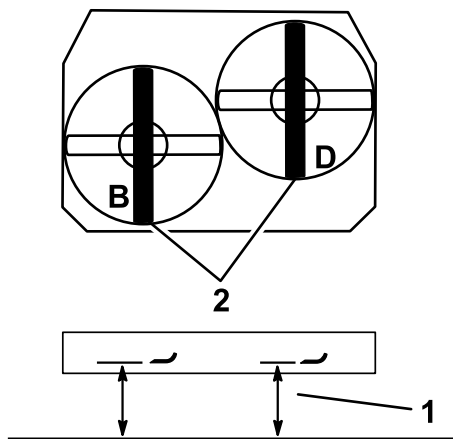

Figura 81
2. Meça a lâmina esquerda no local **B**, numa superfície nivelada à extremidade de corte da ponta da lâmina e registre esta medição (Figura 81).
3. Meça a lâmina direita no local **D**, numa superfície nivelada à extremidade de corte da ponta da lâmina e registre esta medição (Figura 81).
Nota: A medição na posição **B** tem de estar até 3 mm da medição na posição **D** (Figura 81). Caso isto não esteja correto, avance para os passos abaixo.